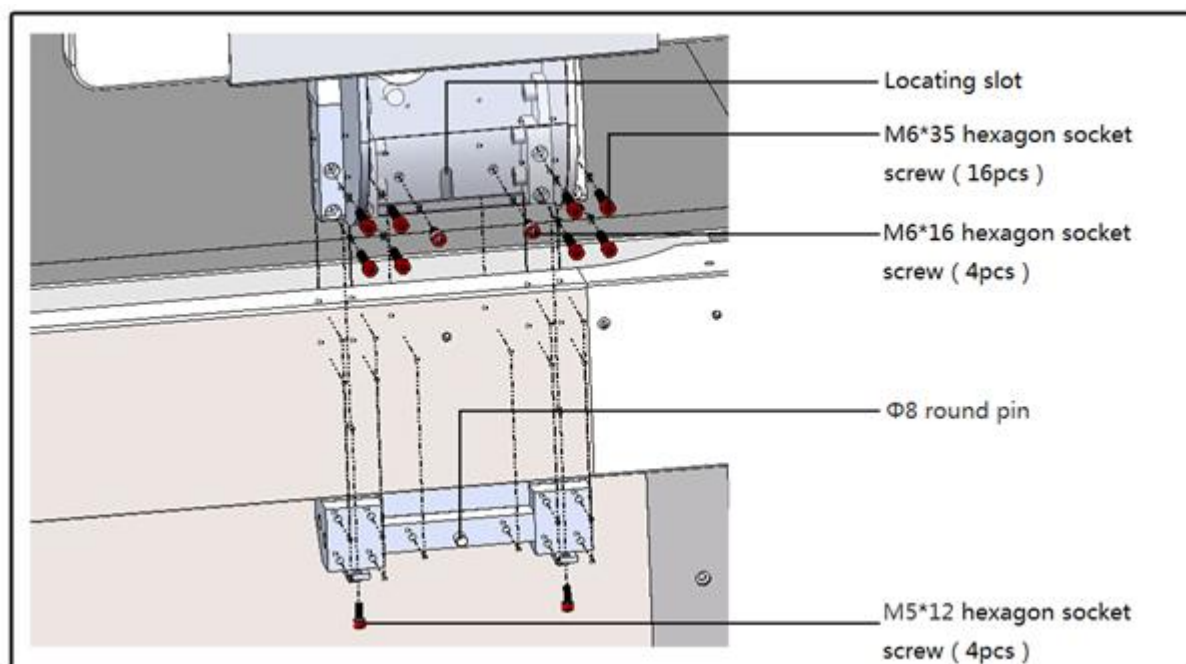

Рис. 3
- Затяните четыре винта M6x16 (Рис. 3).
- Затяните четыре винта М5х12 (Рис. 3).